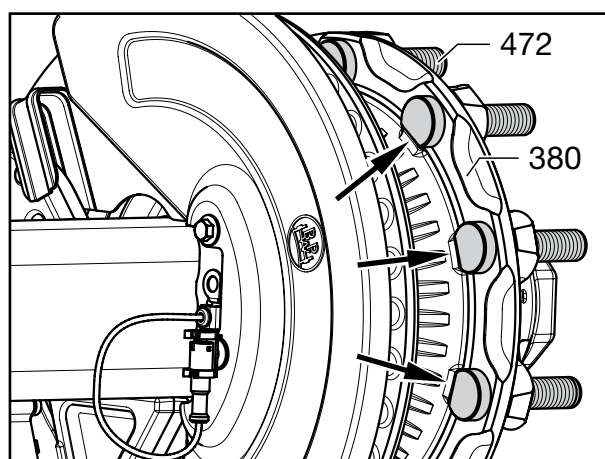

Fig. 26
- [36] Rikta borringarna för hjulbultarna (472) på ECO Unit (434) och bromsskivan (380).
- [37] För in hjulbultarna (472) så långt som möjligt i bromsskivan/ECO Unit. Kontrollera att hjulbult-huvudet sitter korrekt på bromsskivan (380) (vridsäkring), se fig. 26.